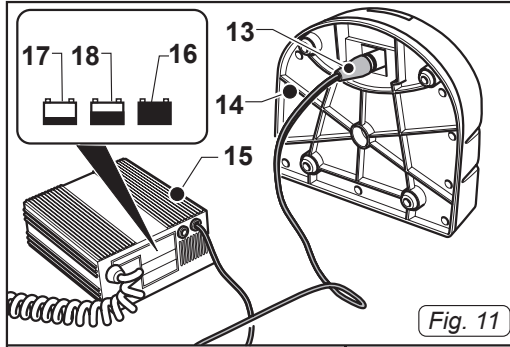

Fig. 11
- Conecte el cable (13 Fig. 11) a la batería (14 Fig. 11).
- Conecte eléctricamente el cargador (15 Fig. 11).
Conectar la cable de alimentación (15 Fig. 11) antes de conectar el cable (13 Fig. 11) a la batería (14 Fig. 11), el cargador NO FUNCIONA.
- En el cargador (15 Fig. 11) se ilumina intermitente dos veces el "Verde" (16 Fig. 11) que indica el correcto funcionamiento, el LED se iluminará "Rojo" (17 Fig. 11) o el "Amarillo" LED (18 Figura 11) en función de la estado de carga de la batería.
- Cuando en el cargador se ilumina en el LED verde (16 Fig. 11) las baterías están cargadas.
Nunca deje el cable (13 Fig. 11) conectado a la batería con el cable de red desconectado del cargador, las baterías se podrían descargarán y ser arruinado.